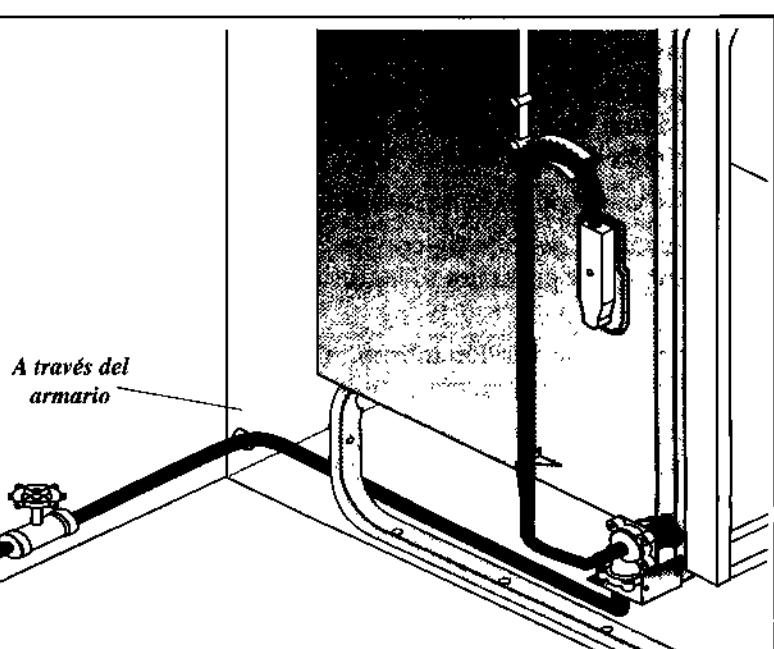

Figura 4
- Determine el largo de tubería que necesitará para conectar el suministro de agua caliente a la llave de admisión del agua del lavavajillas. La tubería de cobre debe tener un diámetro exterior mínimo de 3/8". Se puede usar tubería de plástico de alta presión y alta temperatura con un diámetro interior mínimo de 1/4". Es mejor instalar la llave de cierre fuera del gabinete del lavavajillas. Ver Figura 4.